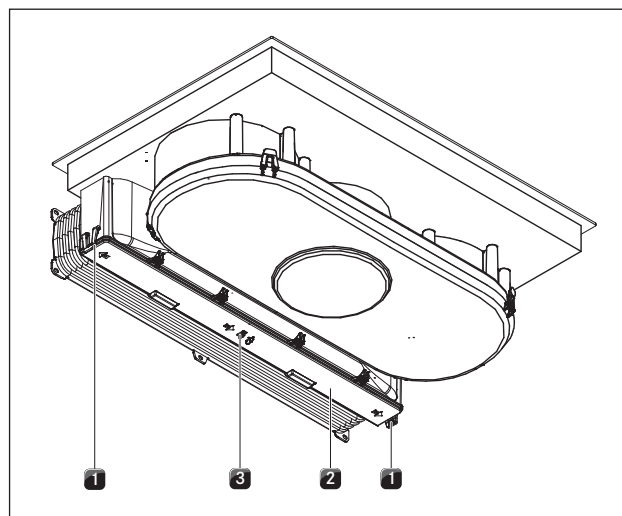

Abb. 8.5 Odjištění víka krytu filtru s aktivním uhlím
- ▶ Sklopte víko [2] (obr. 7.5) Abb. 8.5 zacvakne.